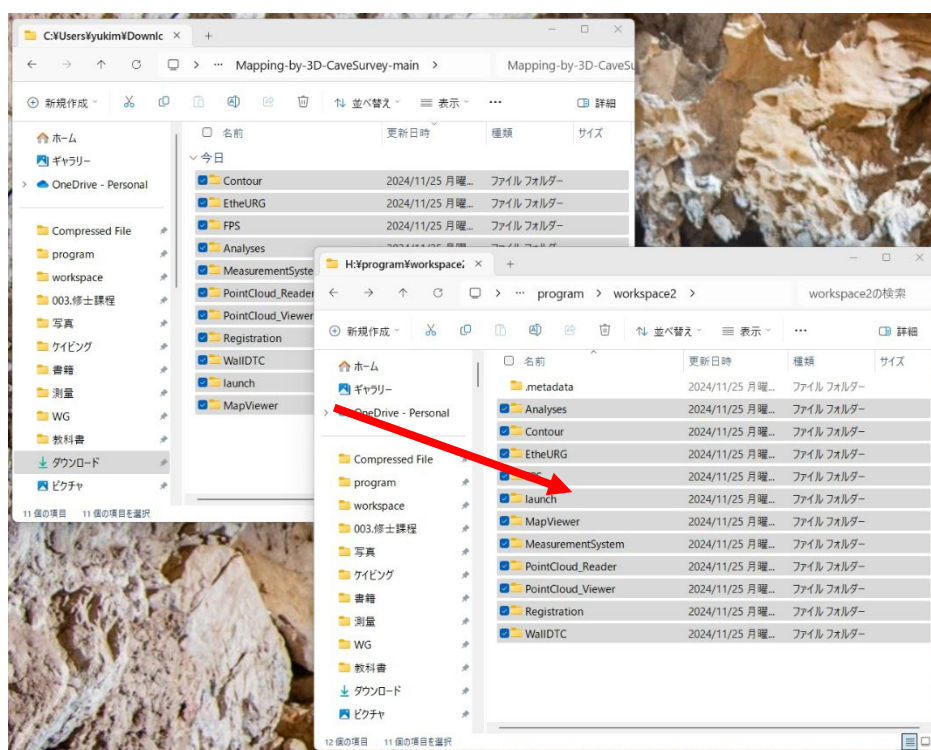

図 12 ダウンロードしたプロジェクトファイルを自身の workspace 内にドラッグ & ドロップ
- ① PC に LiDAR を cat 5e の LAN ケーブルで接続し、サーボモータを USB ポートに接続する。それぞれ電源等を繋ぎ、PC, LiDAR, サーボモータを起動する。
- ② 本プロジェクトページから Mapping-by-3D-CaveSurvey-main.zip ファイルをダウンロードし、図 12 のように解凍後の Mapping-by-3D-CaveSurvey-main フォルダ内にある全てのフォルダーを自身の OpenRTM-aist で使用している workspace 内に貼り付ける。(以下では、自身の workspace を "C:/Users/[UserName]/Desktop/workspace" にあるものと仮定し説明する。)